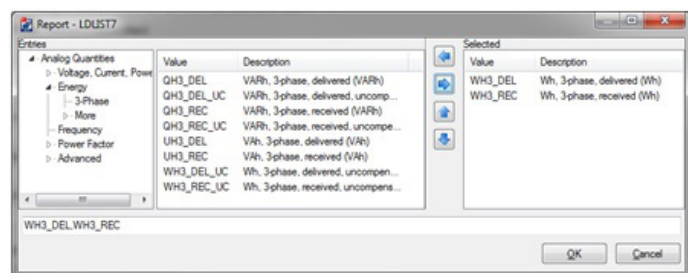

Figura 3. Energías trifásicas
- a. En la ventana Report LDLIST7 ir a Analog Quantities > Energy > 3-Phase, seleccionar las cantidades que se muestran en la Figura 3 y pasarlas al campo Selected.